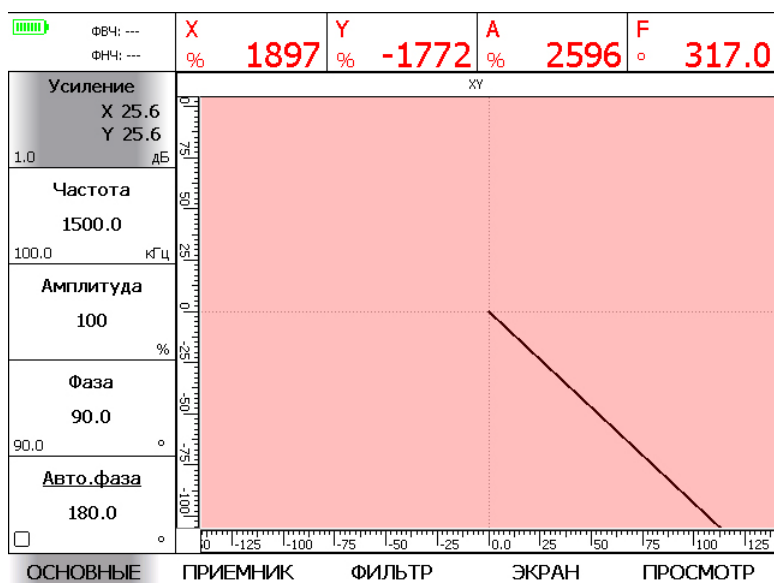

Рис.2-2 Вид экрана при перегрузке дефектоскопа по входу
**ВАЖНО!** В случае, если экран прибора и все значения стали красными – это говорит о том, что сигнал вошел в ограничение и необходимо снизить параметры амплитуды возбуждения и коэффициента усиления предварительного усилителя (см. рис.2-2)